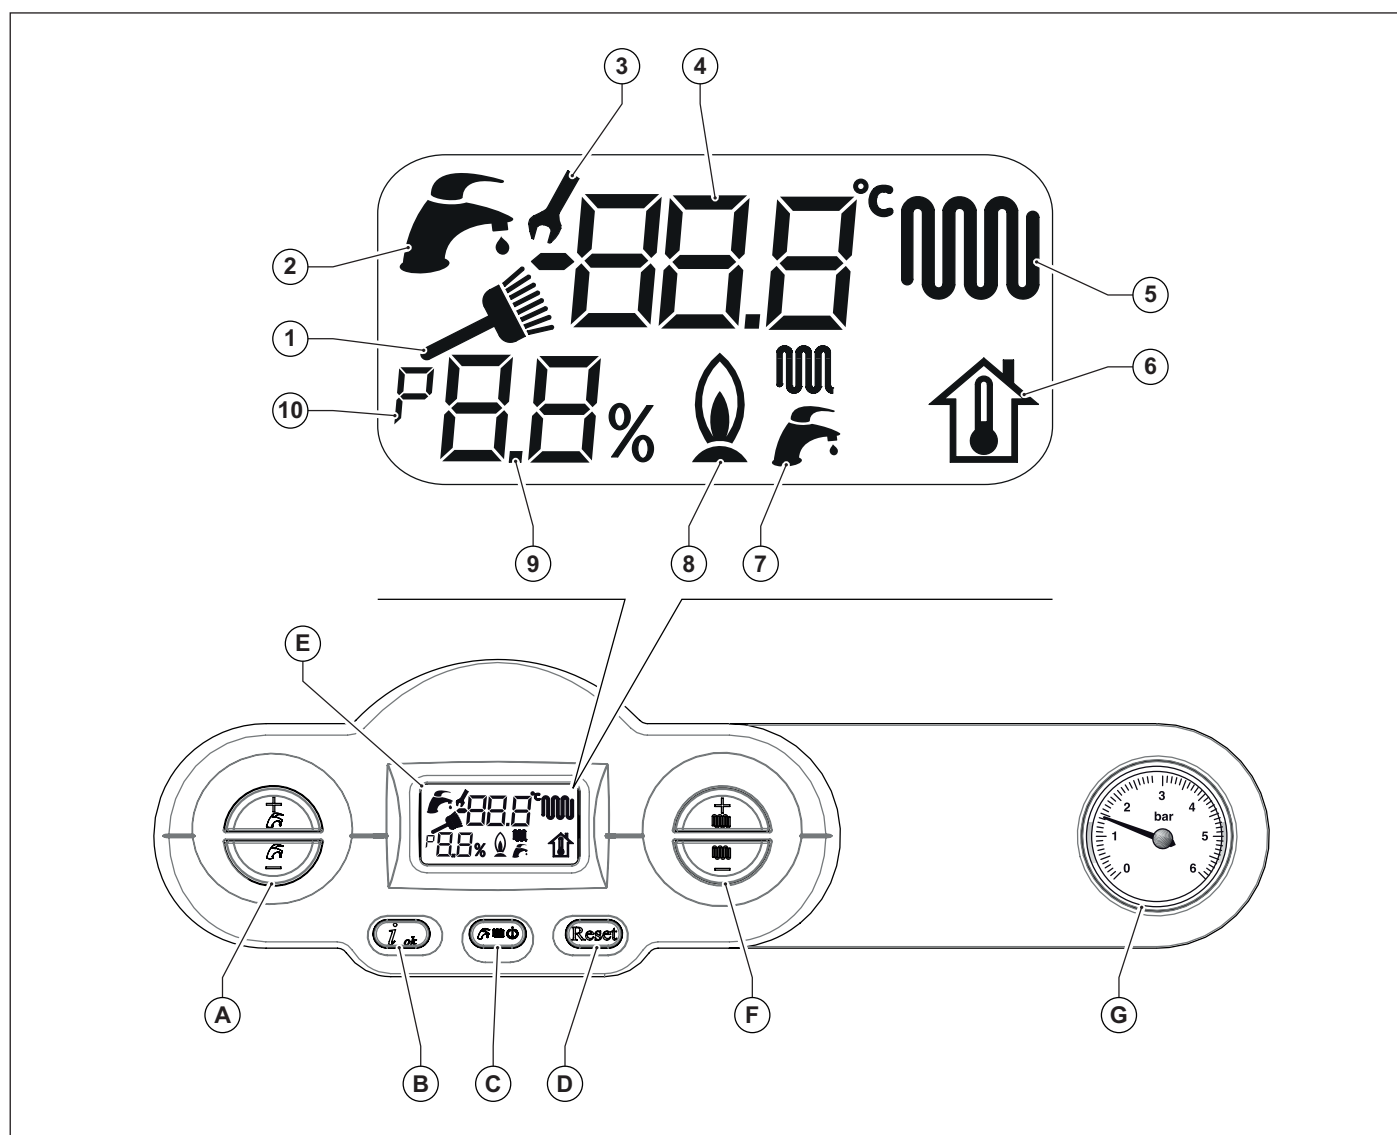

Fig. 1 Pannello comandi
- Scegliere il sistema di funzionamento della caldaia: OFF/ESTATE/INVERNO/SOLO RISCALDAMENTO (Vedi tasto (C) nella Fig. 1 Pannello comandi a pagina 7).